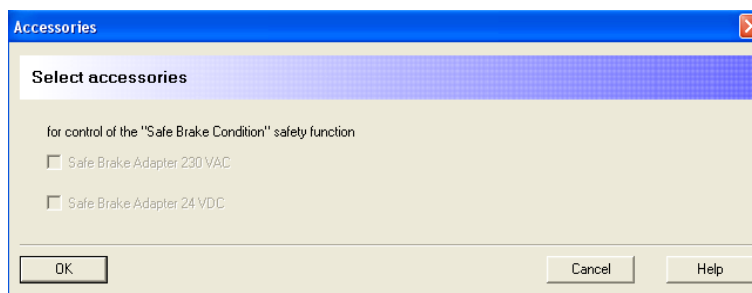

Figura 3.2.91 “Select accessories”
- *Accesories*: muestra la ventana que se puede observar en la figura 3.2.91, en la que se muestra la opción de incluir frenos de seguridad para distintas condiciones (*Safe brake condition*). En este caso al no contar este eje con freno de seguridad no se puede seleccionar ninguna de las opciones.